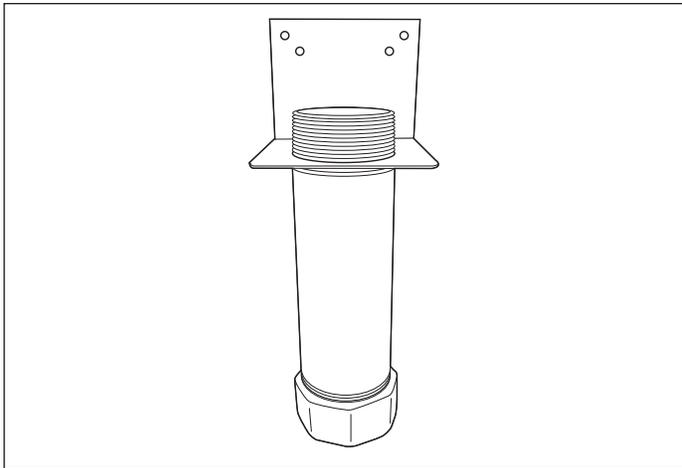

Figura 20-5
1. Coloque el soporte de montaje de la cámara del sensor de combustible sobre la rosca de la cámara. (Figura 20-5)